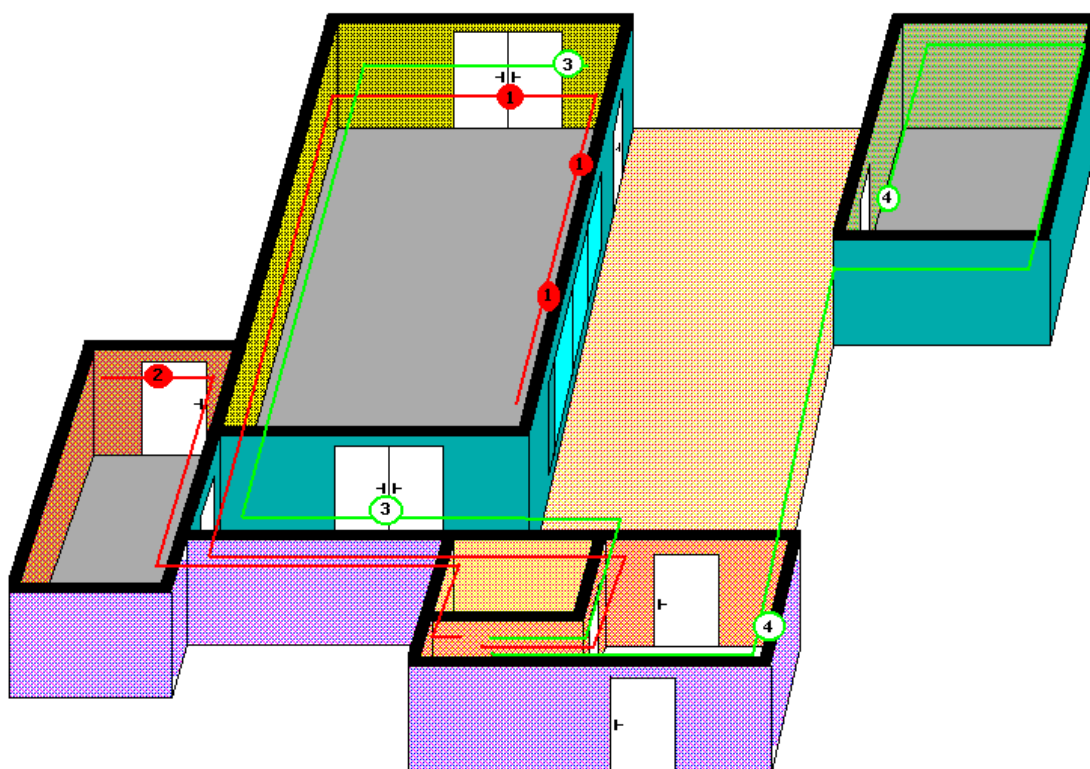

Рисунок 93
- схема – графическая схема зоны с отображением текущего состояния ШС, рисунок 93: